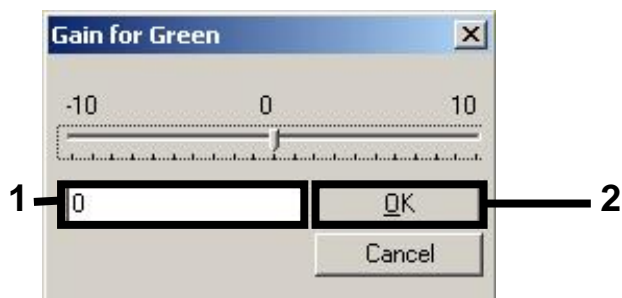

Figura 6. Introduzir manualmente os valores de ganho mais baixos.
7. Selecione o valor de ganho mais baixo para Cycling Green indicado no passo 4, e introduza este valor manualmente na janela **Gain for Green** (Ganho para verde) (Figura 6). Selecione o valor de ganho mais baixo para Cycling Green indicado no passo 4, e introduza este valor manualmente na janela **Gain for Yellow** (Ganho para amarelo) (Figura 6).